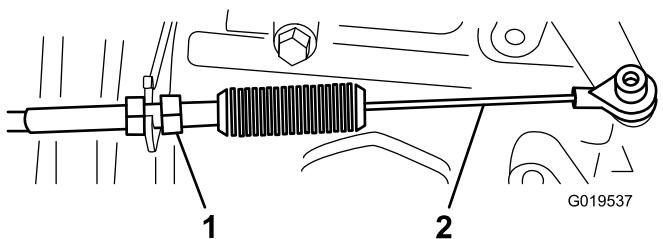
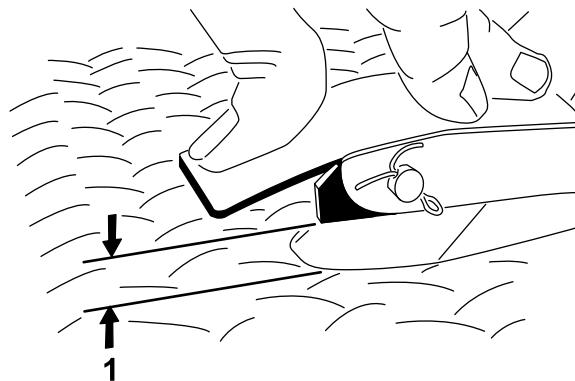

Figura 67
Figura 68
2. Ajuste la articulación esférica del cable del acelerador (**Figura 67**) hasta que haya de 2,54 a 6,35 mm de holgura entre el brazo del pedal del acelerador y el borde superior del dibujo a rombos de la chapa de suelo (**Figura 68**) al aplicar una fuerza de 11,3 kg al centro del pedal.
3. Apriete la contratuerca (**Figura 67**).